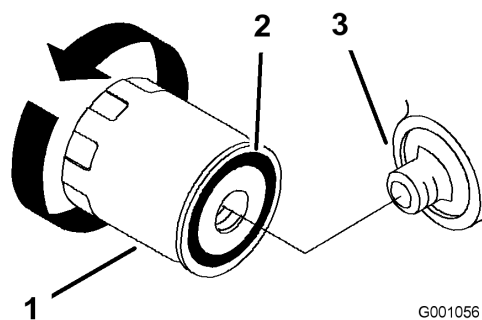
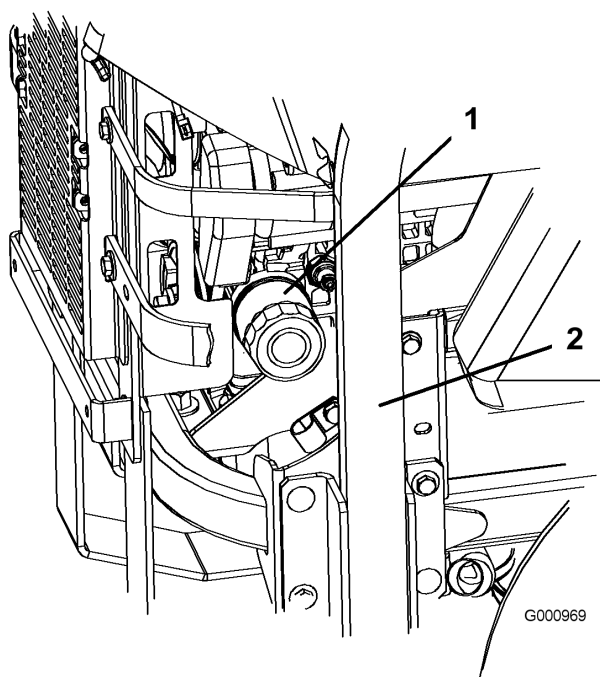

Figura 41
Figura 40
2. Gire el filtro en el sentido contrario a las agujas del reloj para retirarlo (Figura 40 y Figura 41).